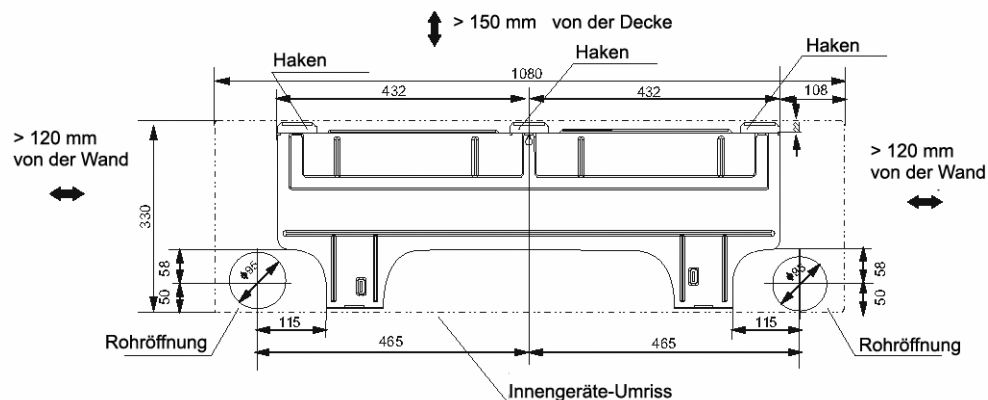

Abb. 5
1. Legen Sie die Lochpositionen nach dem Schaubild in Abb. 5 fest. Bohren Sie ein (1) Loch (Φ 95 mm), das leicht nach außen geneigt ist.